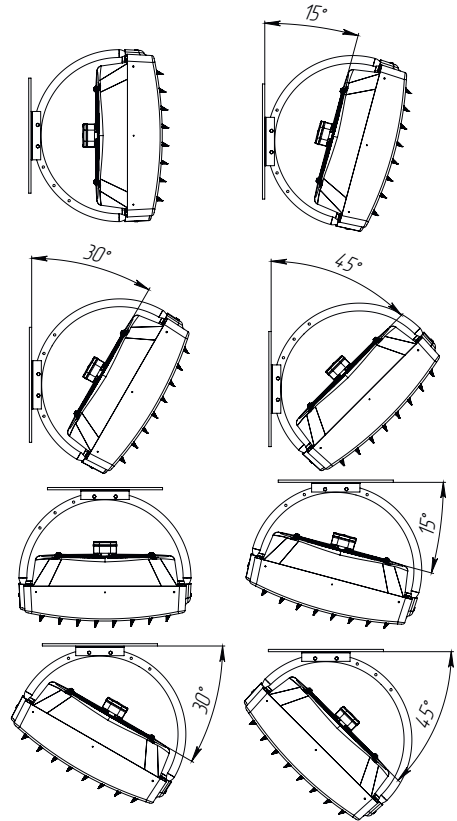

Рис.12
7.12 Варианты установки теплового вентилятора на кронштейне (рисунок 12) Прибор в кронштейне может монтироваться под углами: 00,150,300,450, к вертикальной плоскости.